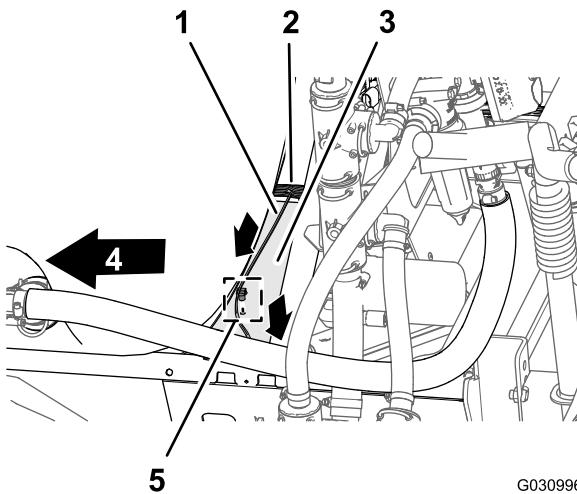

Bild 94
1. Verlegen Sie den 86.6-cm-Kabelbaumzweig für die Stromspule der Sprühpumpe über die Oberseite des Sprühfahrzeug-Rahmenkanals und nach unten zur Stromspule der Sprühpumpe (Bild 94).
2. Stecken Sie die Eindrückbefestigung des 86,6-cm-Kabelbaumzweigs in das Loch im Sprühfahrzeug-Kanalrahmen (Bild 94).